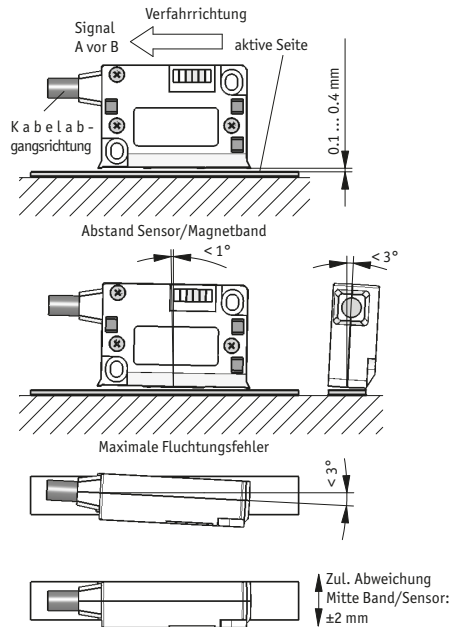

Abb. 6: Definition der Zählrichtung mit Magnetband und Montage Sensor/Magnetband, Abstandsmaße, Toleranzen
- Aufrichtige Ausrichtung bezüglich der Zählrichtung achten (Abb. 6). Dies ist unerheblich falls sich die